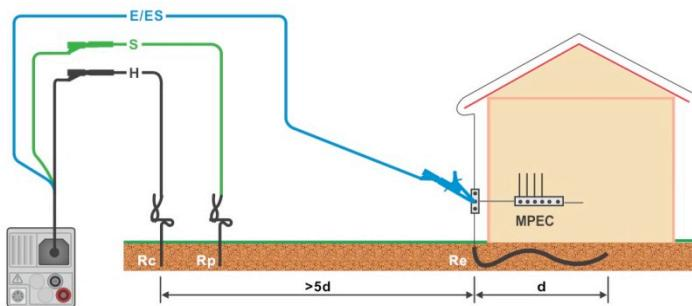
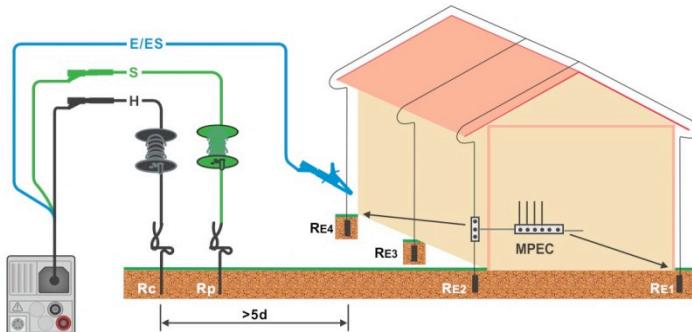

Рисунок 7.49: Измерение основного заземления электроустановки.
Рисунок 7.50: Измерение сопротивления системы молниезащиты.
- Подключите измерительные провода к испытываемому объекту, см. **Рисунок 7.49: Измерение основного заземления электроустановки** и **Рисунок 7.50: Измерение сопротивления системы молниезащиты.**